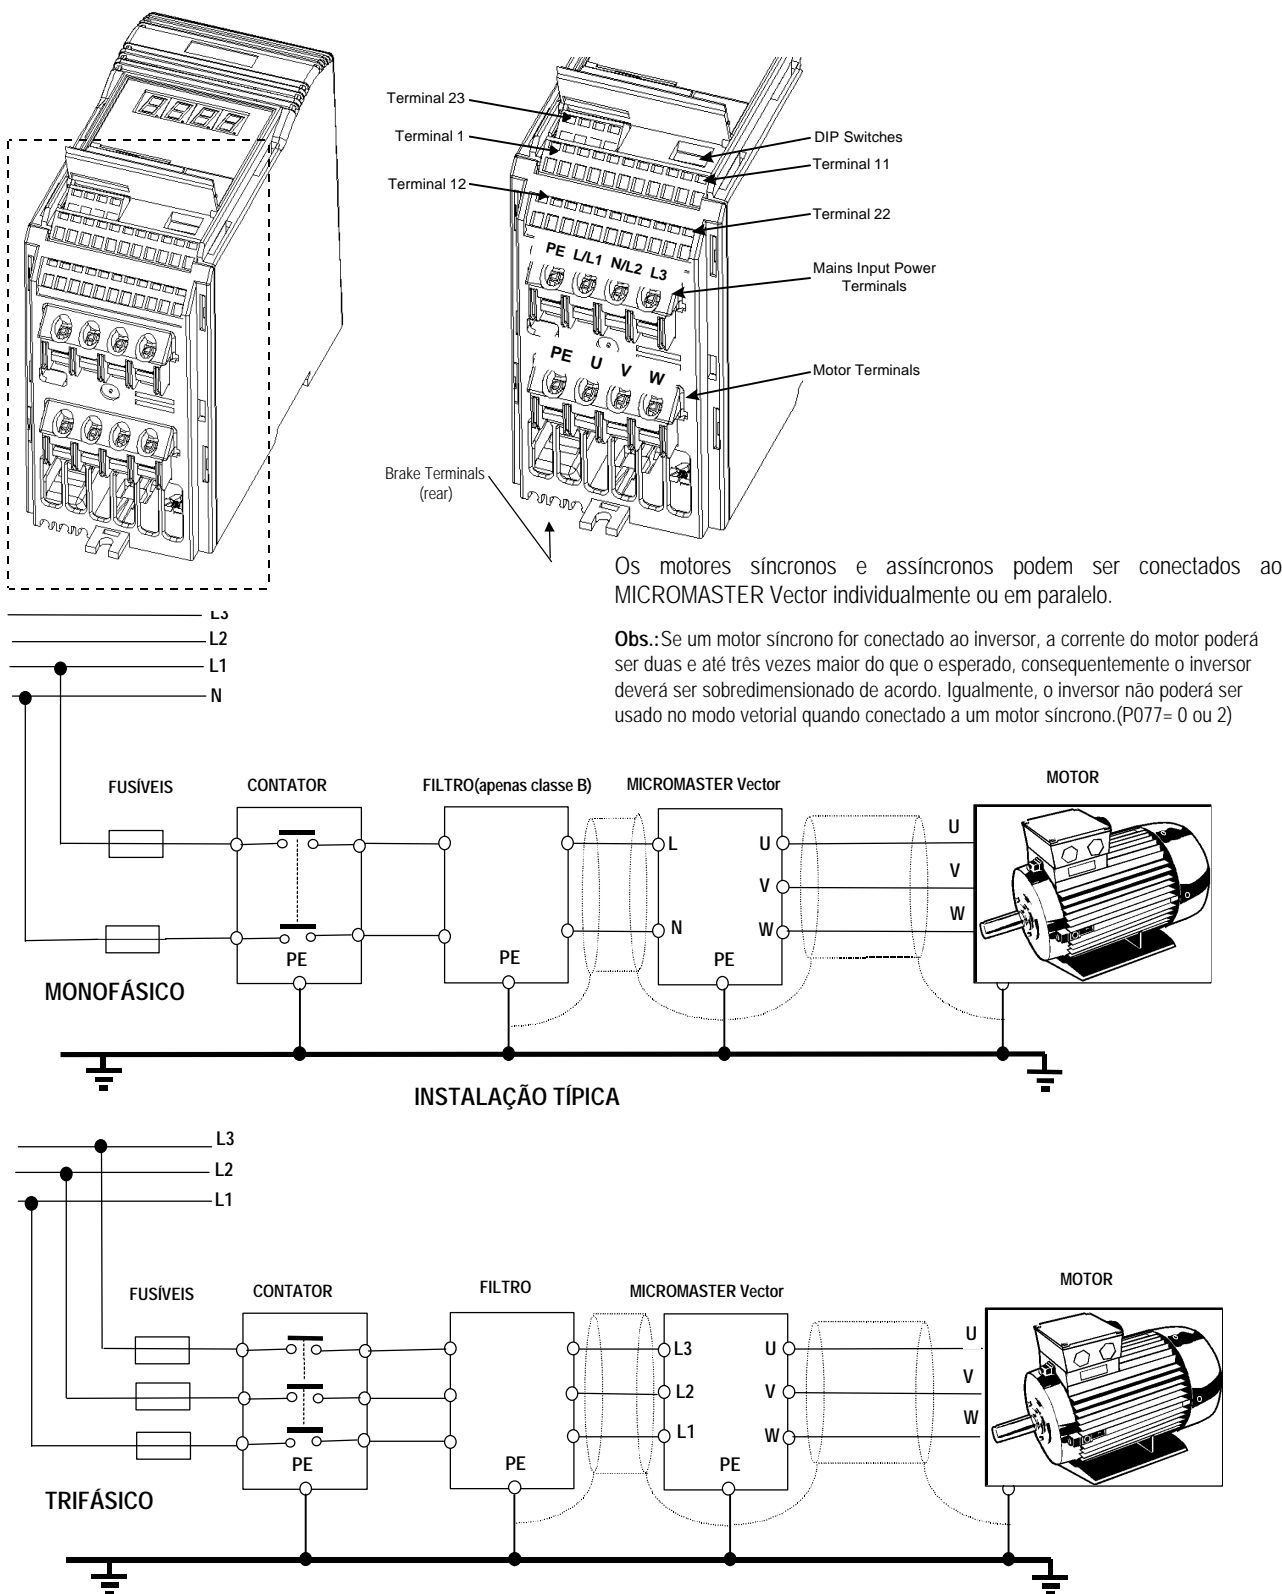

Figura 3: Conexões do MICROMASTER Vector – Aparelho Tipo A
Os conectores elétricos do MICROMASTER Vector são mostradas na Figura 3.
2. Conecte a alimentação diretamente aos bornes de potência L/L1 - N/L2 (monofásico) ou L/L1, N/L2, L3 (trifásico), e terra (PE) como mostrado na Figura 3, usando um cabo com 3 vias para inversores monofásicos ou um cabo com 4 vias para inversores trifásicos. Para saber a seção transversal de cada via, veja seção 8.
3. Utilize um cabo blindado de 4 vias para o motor. O cabo é conectado aos bornes U, V, W e terra (PE) do motor (*mostrado na Figura 3*).
A disposição dos bornes no tipo B é semelhante ao tipo A (veja Figura 3).
12. Conecte a alimentação aos bornes de potência L/L1 – N/L2 (monofásico) ou L/L1, N/L2, L3 (trifásico), e terra (PE) (mostrado na Figura 3) e aperte os parafusos
13. Conecte os cabos do motor aos bornes U, V, W e terra (PE) (mostrado na Figura 3) e aperte os parafusos.
A disposição dos bornes no tipo C é semelhante ao tipo A (veja Figura 3).
8. Conecte a alimentação aos bornes de potência L/L1 - N/L2 (monofásico) ou L/L1, N/L2, L3 (trifásico), e terra (PE) (mostrado na Figura 3) e aperte os parafusos.
9. Conecte os cabos do motor aos bornes U, V, W e terra (PE) (mostrado na Figura 3) e aperte os parafusos.
As microchaves selecionam entre entrada analógica em tensão (V) e corrente (I), e também selecionam um sinal de realimentação para PID em tensão ou em corrente (veja Figura 16: Microchave Seletora). Estas chaves podem ser acessadas somente quando a aba da tampa frontal estiver levantada (veja Figura 3).